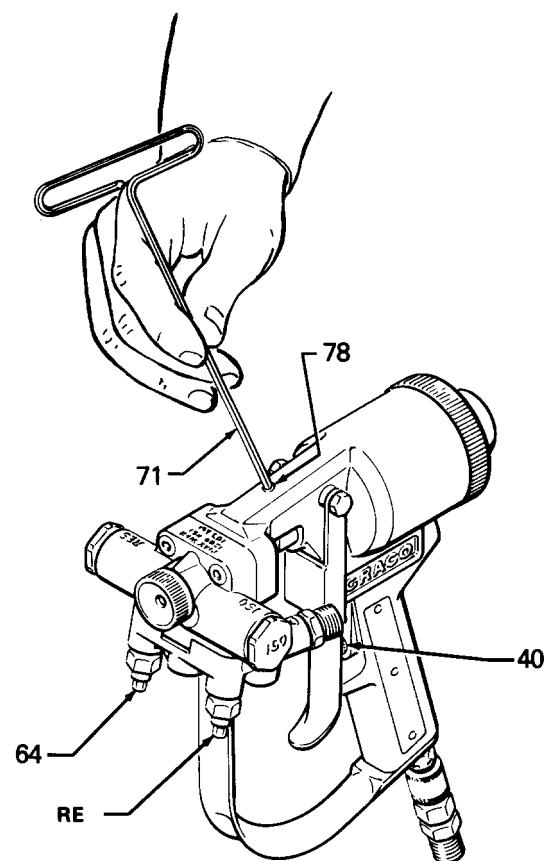

Fig. 23
Antes de poner en funcionamiento el aire de limpieza, poner el seguro del gatillo (40), cerrar las válvulas de aguja (64), quitar el seguro y apretar el gatillo de la pistola para despresurizar el producto en el sistema. Poner de nuevo el seguro. Ver Fig. 23
- Apretar el tornillo de retención del orificio de limpieza (72) con una llave Allen (71) hasta que el aire deje de escaparse o casi no se escape. Ver Fig. 23.